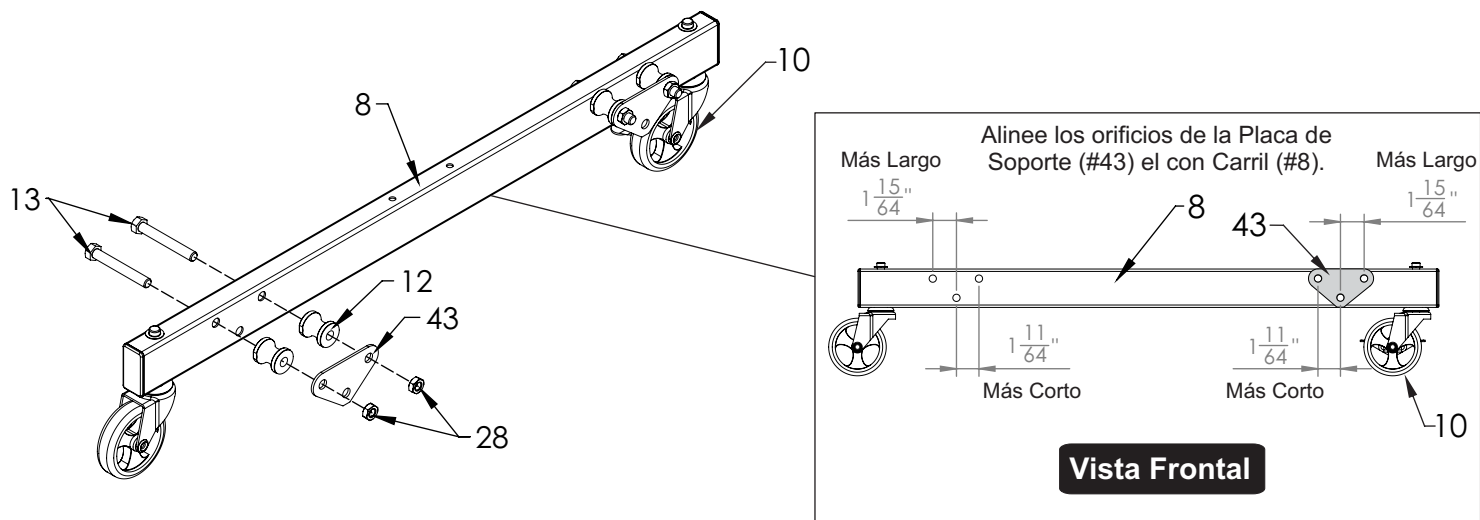

Figura 2
- 2.** Coloque las placas de soporte (#43) en el Carril (#8) para alinear los orificios, la distancia entre los orificios centrales de los orificios laterales es diferente, vea la **Figura 2** y la **Vista Frontal**. Adjunte los Carretes (#12) y las Placas de Soporte (#43) del lado del Carril sin el logotipo, con los Tornillos (#13) y las Tuercas (#28) **pero no los apriete completamente**. Vea la **Figura 2**. Repita el paso para el segundo Carril.